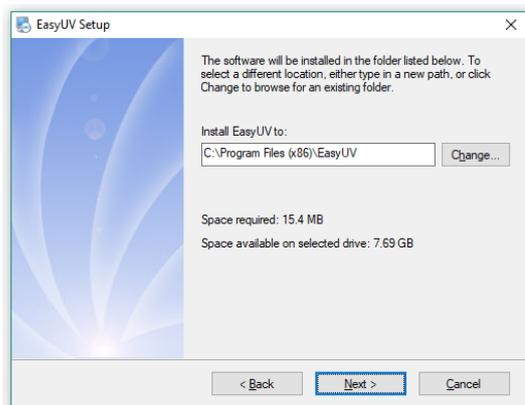

Fig. 2.2-3 Percorso di installazione
- Scegliere il percorso di installazione (Fig.2.2-3), cliccare su **Next**;